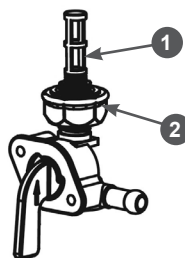

Рис. 19 Обслуживание фильтра топливного крана
Через каждые 300 часов работы необходимо производить очистку топливного бака от грязи и конденсата. Одновременно с очисткой топливного бака необходимо проверять и очищать фильтр, установленный в топливном кране внутри бака (Рис. 19). Поврежденный или сильно загрязненный фильтр необходимо заменить.
4. Открутите контргайку 2 на 1-2 оборота после чего выкрутите топливный кран из топливного бака (Рис. 19).
5. Выкрутите из корпуса топливного крана сетчатый фильтр 1 (Рис. 19).